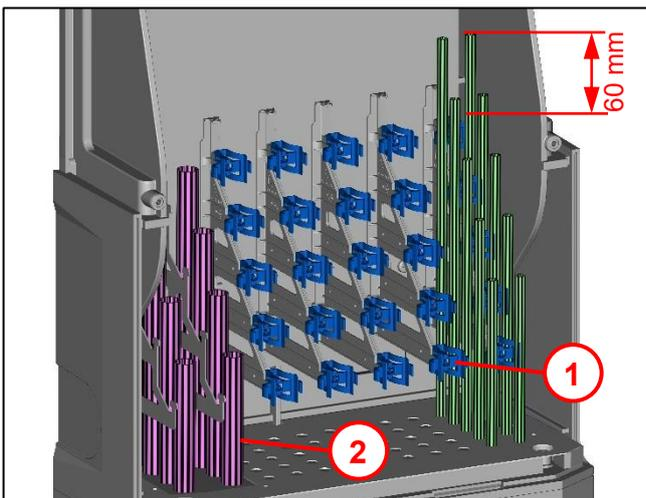

Abb. 20
- Mikrorohre (3) in den Sockel einführen.
- Mikrorohre des Zugangs an der Zugabfangung (2) im Sockel mit Schlauchschellen (1) befestigen.
**Beachten:** Schlauchschellen locker an Abfangbügel anbringen, werden bei Abb. 20. befestigt.